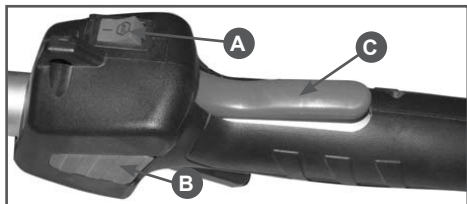

Рис. 7 Органы управления рабочей рукоятки
5. Выключатель зажигания (А) Рис. 7 установите в положение «I». Удерживая рычаг блокировки рычага газа (С) нажмите на рычаг газа. Для облегчения запуска зафиксируйте рычаг газа стопором (В).